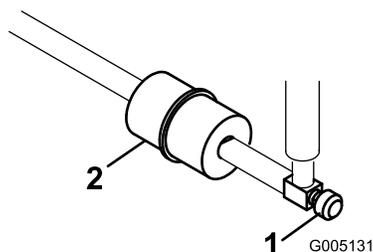

図 45
燃料フィルタはインラインタイプで、燃料タンクとキャブレタの間にあります図 45。フィルタに付いている矢印をエンジンの方に向けて取り付けてください。
1. 燃料バルブを閉じ、フィルタのキャブレタ側についているホースクランプをゆるめ、燃料ラインからフィルタを外す(図 45)。
2. フィルタの下に容器を置き、もう一方のクランプも外してフィルタを取り出す図 45。